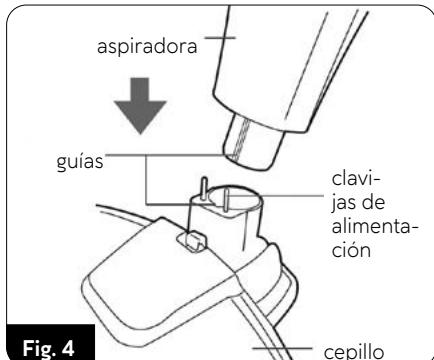

Fig. 4
6. Instale el electrocepillo (14) en la toma inferior de la empuñadura principal. Preste atención a las delicadas clavijas de la fuente de alimentación para no dañarlas. El mango principal está provisto de una guía que permite montar el electrocepillo en una posición correcta (fig. 4).